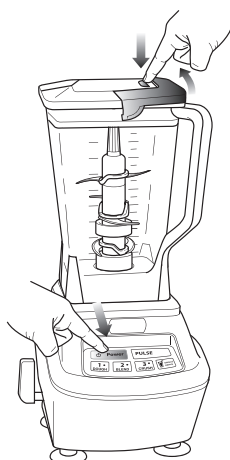
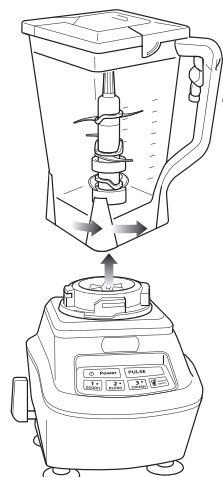

Fig. 7
Fig. 8
- 10** Lorsque vous avez obtenu la consistance désirée, éteignez l'appareil en enfonçant le bouton de mise en marche (⏻) et attendez que le jeu de lames cesse de tourner. (Fig. 7)
- 11** Pour retirer le couvercle, appuyez sur son bouton de déclenchement, tirez sur la poignée du couvercle à un angle de 90° et soulevez celui-ci. Tournez le pichet dans le sens contraire des aiguilles d'une montre et soulevez-le pour l'enlever du bloc-moteur. (Fig. 7, Fig. 8)